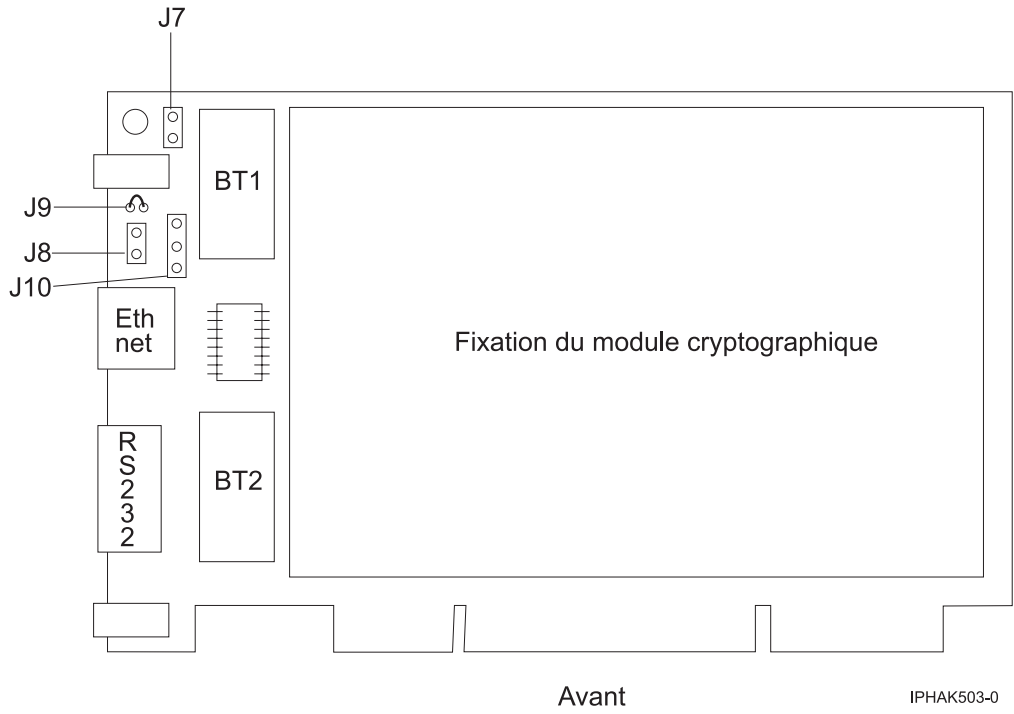

Figure 8. Recto de l'adaptateur
6. Insérez l'une des nouvelles batteries dans le bloc de batteries fourni avec le kit. Alignez le + de la batterie avec le + du bloc de batteries (l'extrémité avec le câble rouge). Connectez les câbles du bloc au connecteur J10 situé près du port série RS-232, comme illustré dans la figure 8, à la page 45. Le connecteur est polarisé pour garantir un branchement correct.